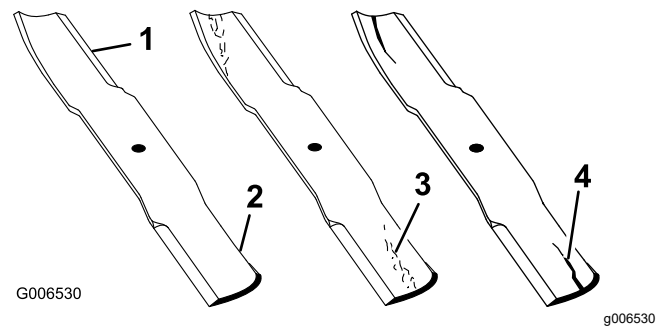

Figura 51
1. Inspeccione los filos de corte (Figura 51).
4. Si observa fisuras, desgaste o la formación de una ranura en esta zona, instale de inmediato una cuchilla nueva (Figura 51).